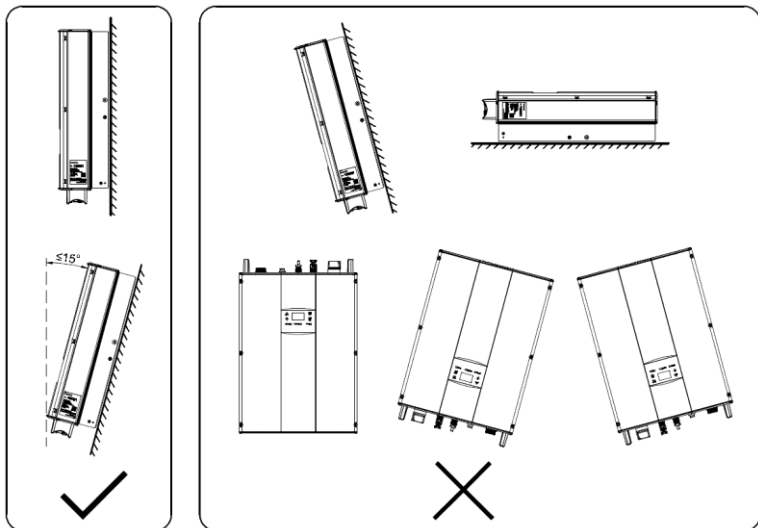

Figura 4.4 Poziția de instalare a invertoarului
- (4) Temperatura ambiantă de instalare ar trebui să fie  $-25^{\circ}\text{C}$ ~ $60^{\circ}\text{C}$ .
- (5) Locul de instalare trebuie să fie departe de dispozitivele electronice care pot genera puternic interferență electromagnetică.
- (6) Invertoarul trebuie instalat pe o suprafață fermă și solidă, cum ar fi suprafața peretelui și metalul paranteză.
- (7) Suprafața de instalare trebuie să fie verticală față de linia orizontală, așa cum se arată în Figura 4.4.
- (8) Instalarea trebuie să asigure că invertoarul este împământat în mod fiabil, iar materialul din conductorul metalic împământat ar trebui să fie în concordanță cu materialul metalic rezervat pentru împământarea invertoarului.
După cum se arată în Figura 4.4, instalarea invertorului trebuie să fie verticală pe orizontală suprafață.